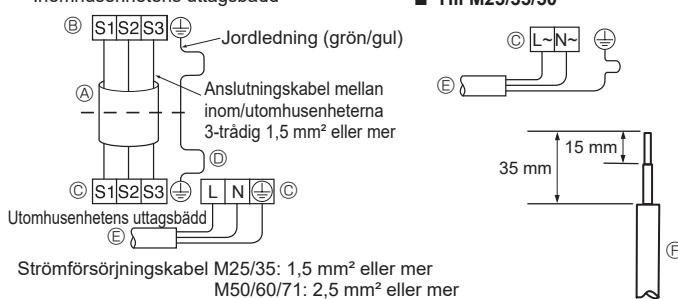
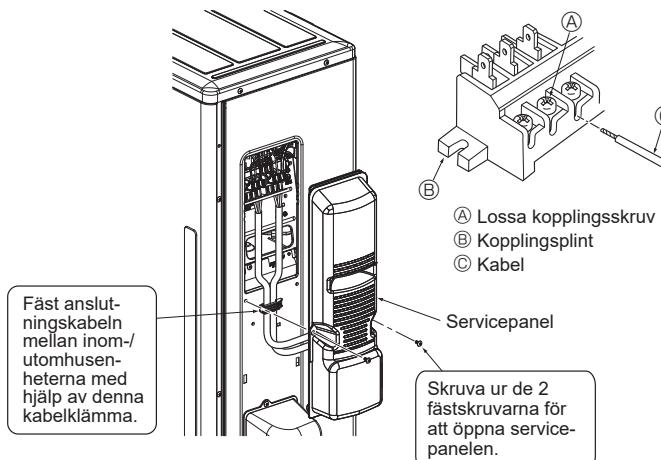

**Fig. 6-1**
Fig. 6-5
### 6.1. Utomhusenhet (Fig. 6-1, Fig. 6-2, Fig. 6-3, Fig. 6-4, Fig. 6-5)
- ① Ta bort servicepanelen.
- ② Anslut kablarna med hänvisning till Fig. 6-1, Fig. 6-2, Fig. 6-3, Fig. 6-4 och Fig. 6-5.